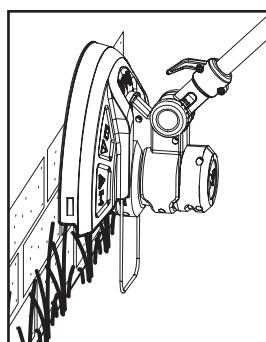

Fig. 18
- Înainte de operare, asigură-te că apărătoarea cuțitului (11d) este scoasă și că scutul pentru plante (13) este tras în afară.
- Regleză unghiul mânerului principal (1) la 90° sau 180° pentru a tăia la margini (fig. 18).